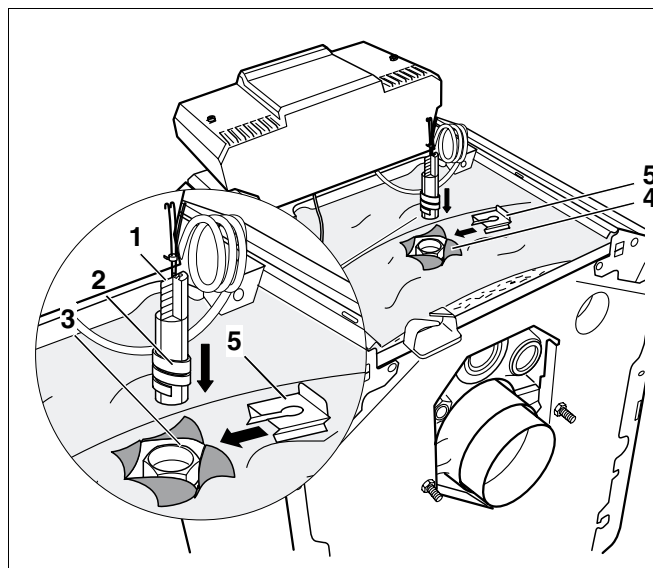

Fig. 28 Montarea pachetului cu sonda de temperatura
- Apăsarea pe o parte (fig. 28, **poz. 4**) la locul de măsuratori pe termoizolația fisurată.
- Împingeți (fig. 28, **poz. 1**) până la opritor arcul compensator împreună cu pachetul cu sonda de temperatura (fig. 28, **poz. 3**) în teaca de imersie.
La introducerea pachetului cu sonda de temperatura în teaca de imersie (fig. 28, **poz. 3**) spirala din material plastic se retrage (fig. 28, **poz. 2**) în mod automat.
- Siguranța senzorului (fig. 28, **poz. 5**, mod de livrare aparat de reglare) se împinge lateral (fig. 28, **poz. 3**) pe capul tecii de imersie.